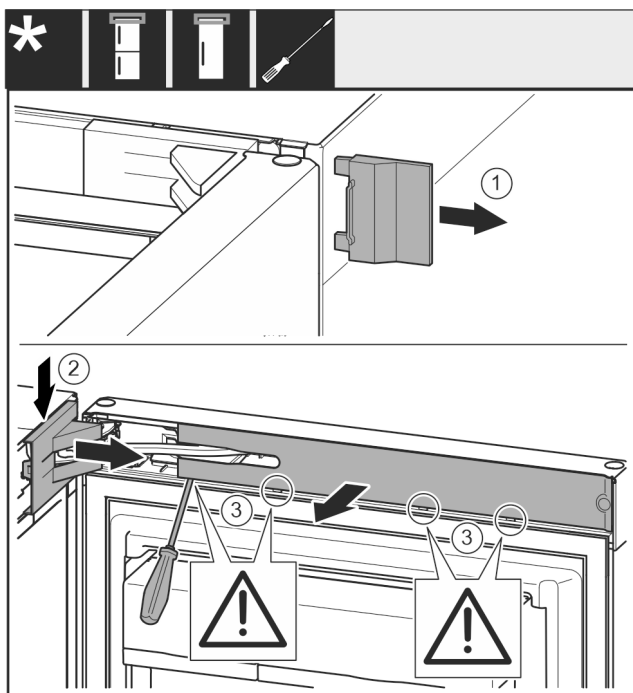

Fig. 9
- ▶ Sejměte kryt Fig. 9 (1).
- ▶ Odjistěte a uvolněte kryt stojanu ložiska Fig. 9 (2).
- ▶ Sejměte kryt stojanu ložiska Fig. 9 (2).
- ▶ Plochým šroubovákem vyjměte záslepku Fig. 9 (3) a otočte ji ke straně.